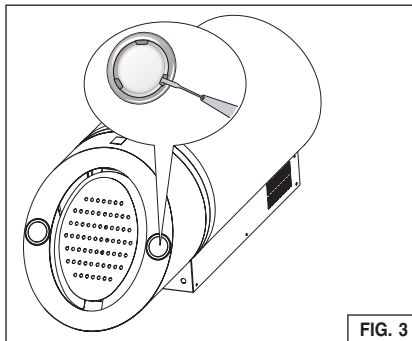

FIG. 3
1. Abra la tapa haciendo palanca desde las ranuras correspondientes. Fig. 3.